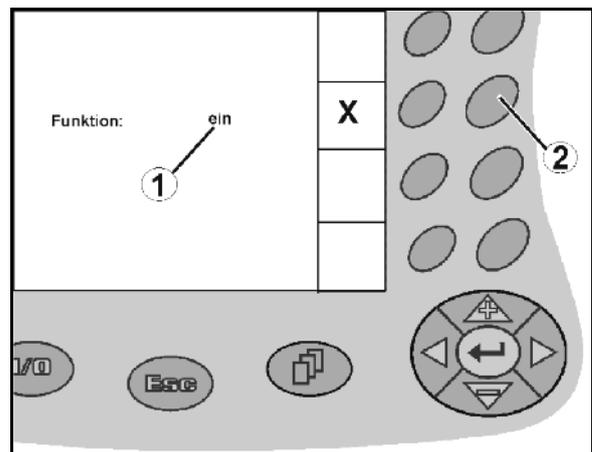

Fig. 17
- Pressionar uma vez a tecla de função (Fig. 17/2)
- Função **ligada** (Fig. 17/1).